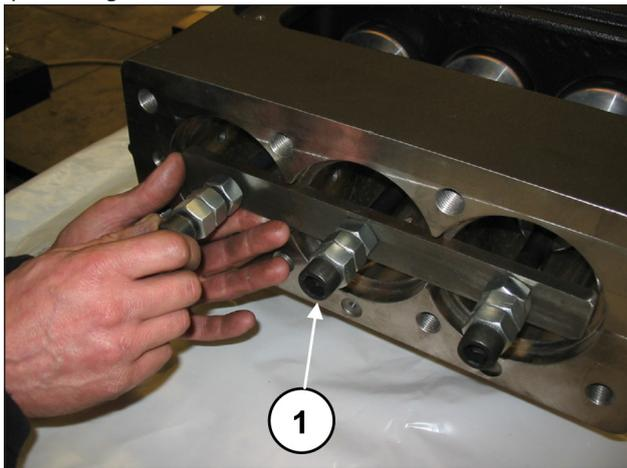
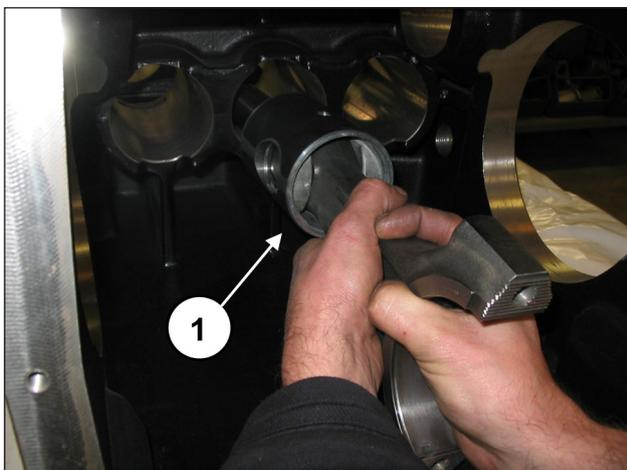
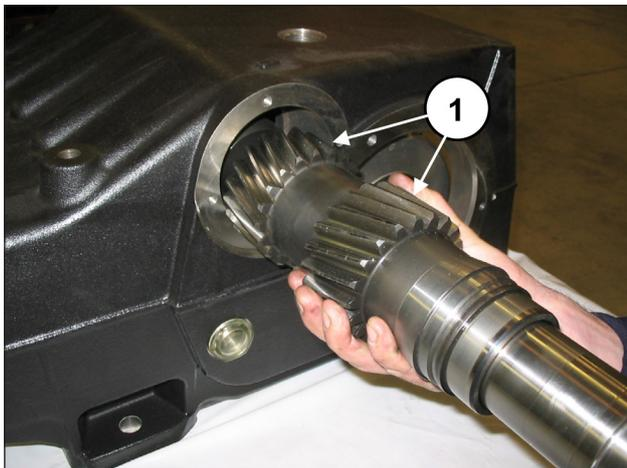

Fig. 40
Fig. 41
Fig. 55
Procedere a svitare le viti dell'attrezzo cod. 27566200 per sbloccare le bielle (pos. ①, Fig. 40) e successivamente estrarre i gruppi biella-guida pistone dall'apertura posteriore del carter (pos. ①, Fig. 41).
Dopo aver verificato la perfetta pulizia del carter inserire il gruppo semibiella-guida pistone all'interno delle canne del carter (pos. ①, Fig. 41).
Bloccare i tre gruppi utilizzando l'apposito attrezzo cod. 27566200 (pos. ①, Fig. 40).
Rimuovere l'attrezzo per il bloccaggio delle bielle cod. 27566200 (pos. ①, Fig. 40) e far scorrere le bielle all'indietro fino ad arrivare a contatto con l'albero a gomiti. Inserire l'albero PTO premontato all'interno del carter (pos. ①, Fig. 55) inserendolo dalla parte opposta a quella in cui sono stati premontati l'anello esterno del cuscinetto e la bussola di lubrificazione cuscinetti.
**L'inserimento dell'albero PTO nel carter deve essere effettuato in modo che la dentatura risulti orientata come in Fig. 55.**
Bloccare i tre gruppi biella utilizzando l'apposito attrezzo cod. 27566200 (pos. ①, Fig. 40).